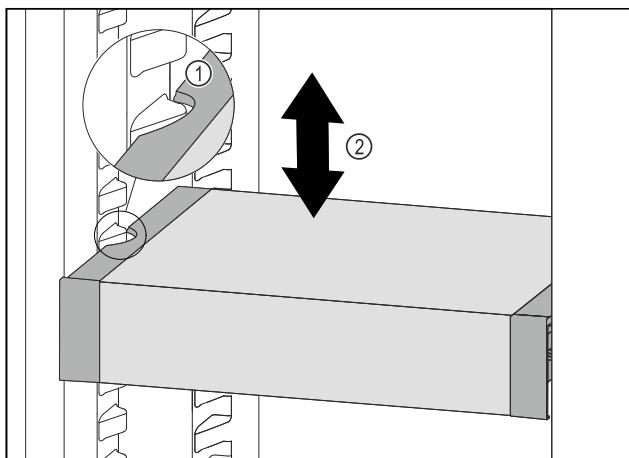

Fig. 214
- Tërhiqni VarioSafe për nga përpara, derisa foletë anësore të VarioSafe të jenë në lartësinë e brinjëve të kutisë në pjesën e ftohjes. Fig. 214 (1)
- Lëvizni VarioSafe për lart ose për poshtë në pjesën e ftohjes, derisa të arrihet lartësia që dëshironi. Fig. 214 (2)